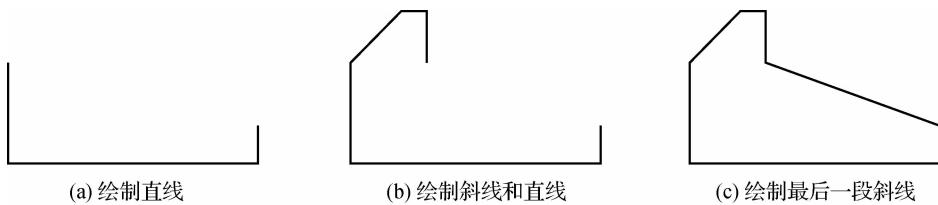

图 3-45 平面图形的绘制过程
- (1)新建图形文件。
- (2)新建“粗实线”图层。
- (3)依次绘制各段直线。绘制水平线段和垂直线段时直接输入线段的长度,如图 3-45(a)所示;斜线通过输入点的相对坐标来绘制,如图 3-45(b)所示。
- (4)绘制最后一段斜线时,用对象捕捉端点封闭图形或输入 C 闭合平面图形,如图 3-45(c)所示。